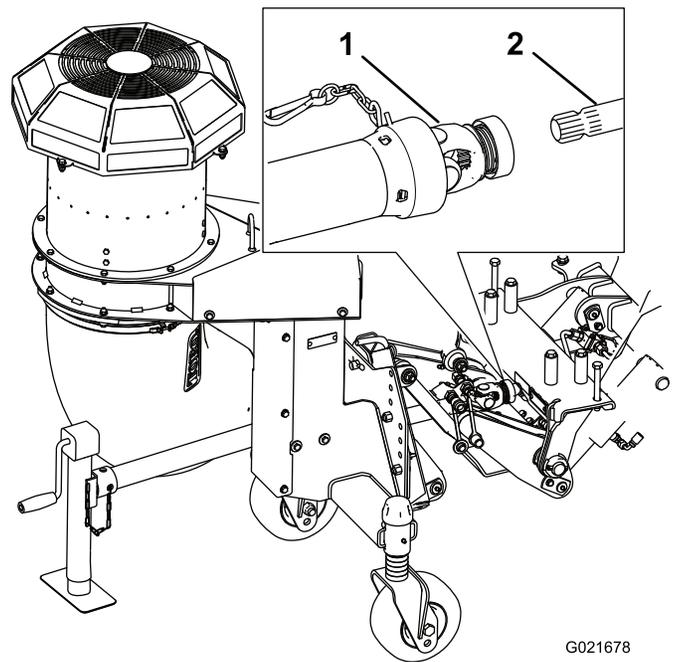

図 13
5. 駆動シャフトにクイックカップラを接続する。これでシャフトがクイックアタッチフレームに取り付けられる図 13。
6. 安全チェーンをクイックアタッチフレームに取り付ける図 13。